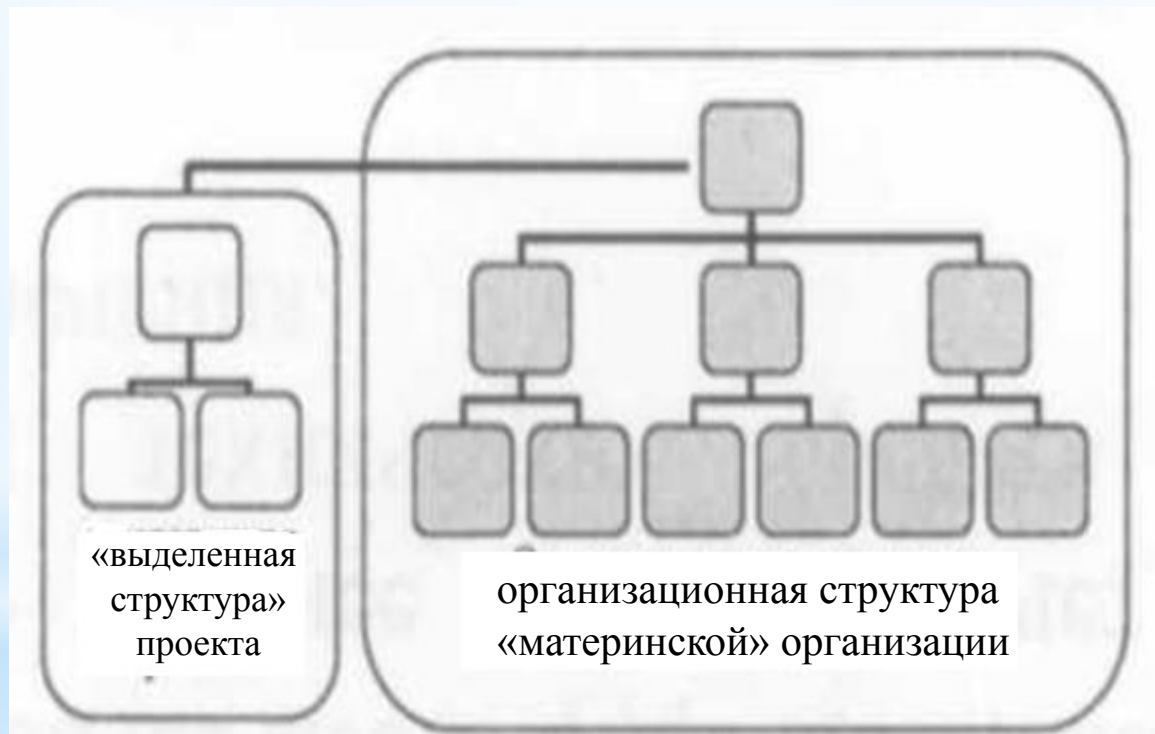

Рис. 4 . Схема «выделенной» организационной структуры управления проектом
1. «Выделенная» организационная структура создаётся для разовых проектов и ликвидируется сразу после их реализации. Такая структура использует исключительно ресурсы, выделяемые базовой или «материнской» организацией. Форма «выделения» может быть разной — от структурного подразделения внутри «материнской» организации до независимого предприятия, контролируемого высшим уровнем управления «материнской» организации (рис.4).